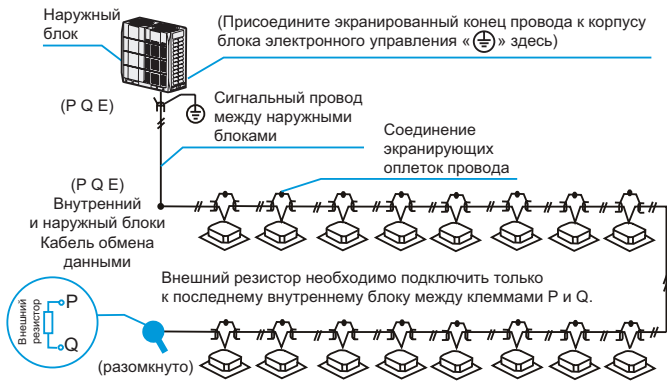

Рисунок 6.6
- ♦ Проводка связи между внутренними и наружными блоками должна соединять один блок за другим в последовательную цепь, от наружного блока до последнего внутреннего блока. Экранирующую оплетку следует правильно заземлить. Для повышения стабильности системы связи у последнего внутреннего блока необходимо установить внешний резистор (см. рисунок 6.6).